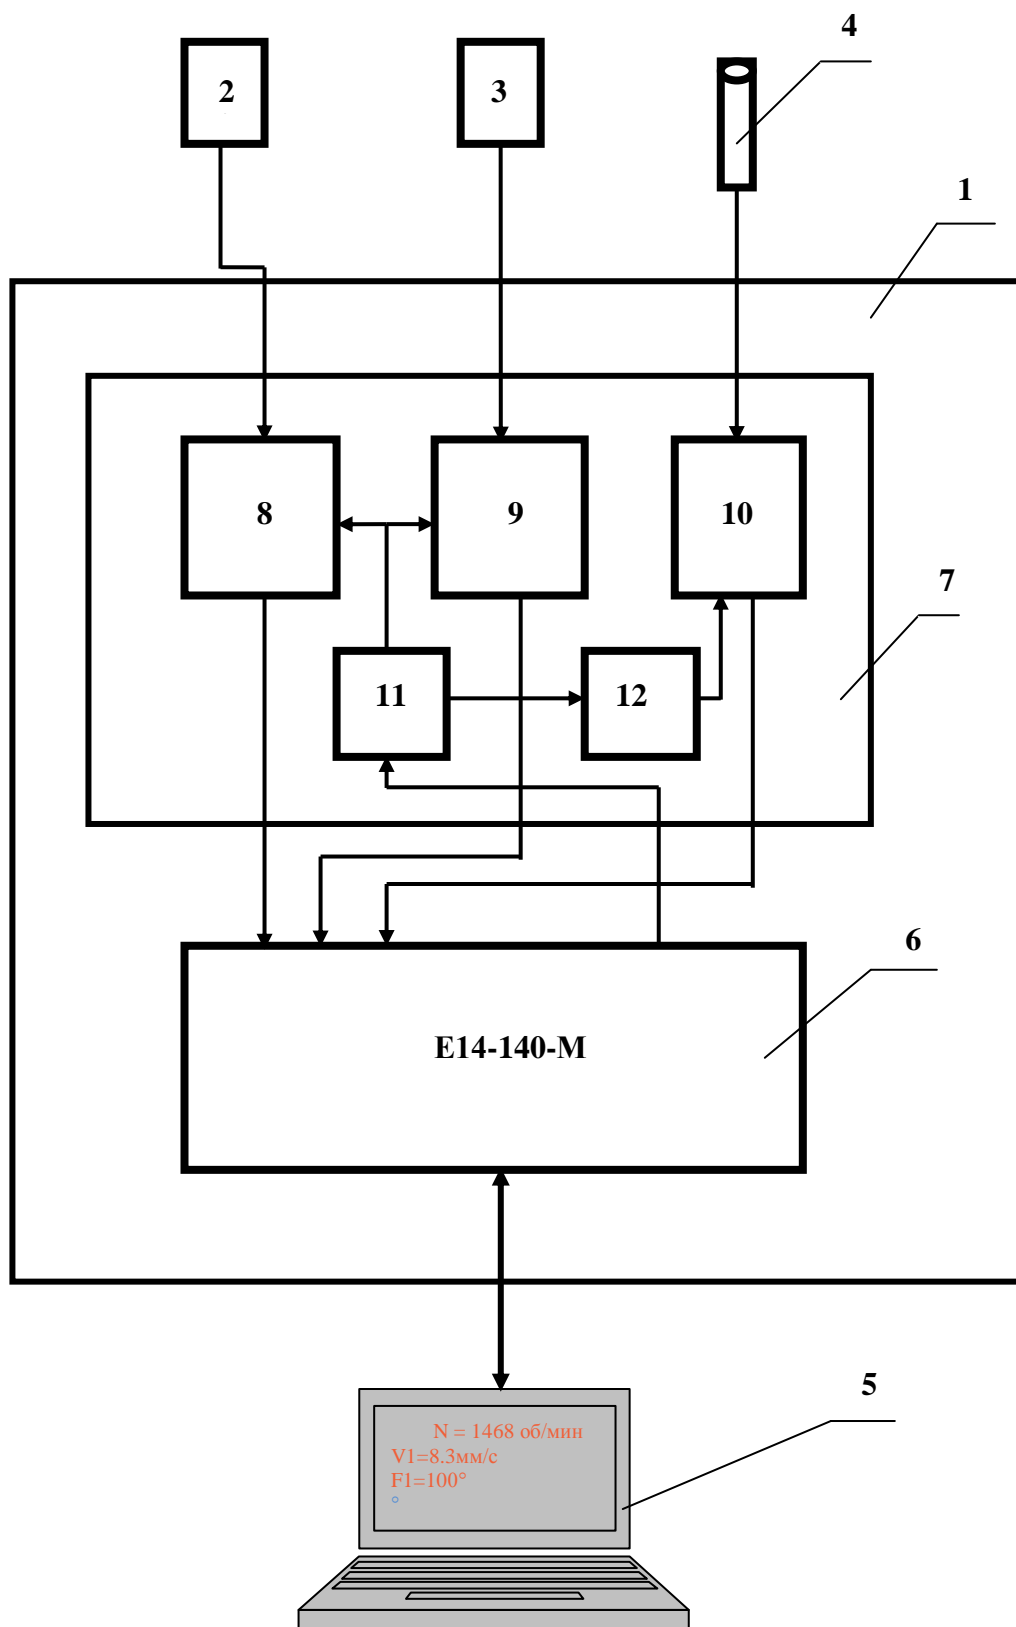

Рис. 4.3. Функциональная схема прибора «Балком 1».
4.2. Функциональная схема прибора приведена на рис. 4.3.